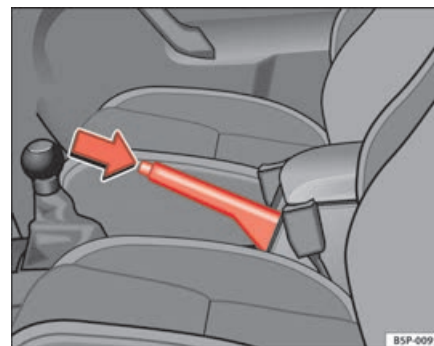

Fig. 146 Travão de mão entre os bancos dianteiros
- Puxar a alavanca do travão de mão com força ⇒ página 179, fig. 146.
- Puxar a alavanca um pouco para cima, premir o botão desbloqueador no sentido da seta ⇒ página 179, fig. 146 e reconduzir a alavanca do travão de mão totalmente até baixo ⇒ .